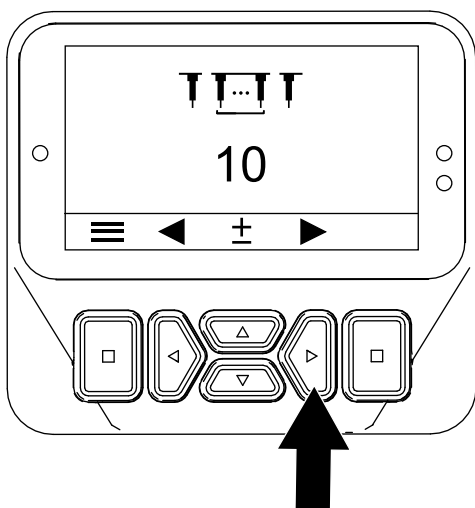

Figura 50
- Prima o botão direito para mostrar o ecrã que permite configurar a quantidade de dentes (Figura 50).